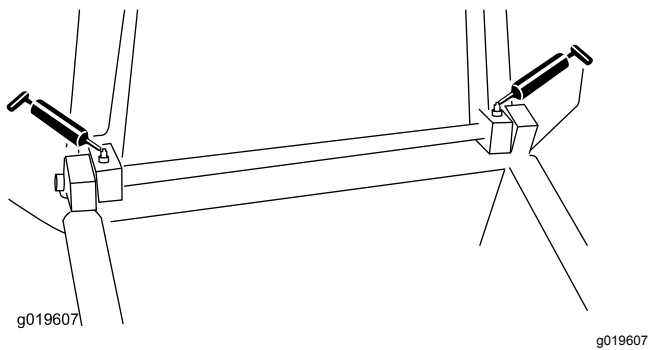

Figura 16
- Puntos de pivote de la tolva (2) – Figura 16